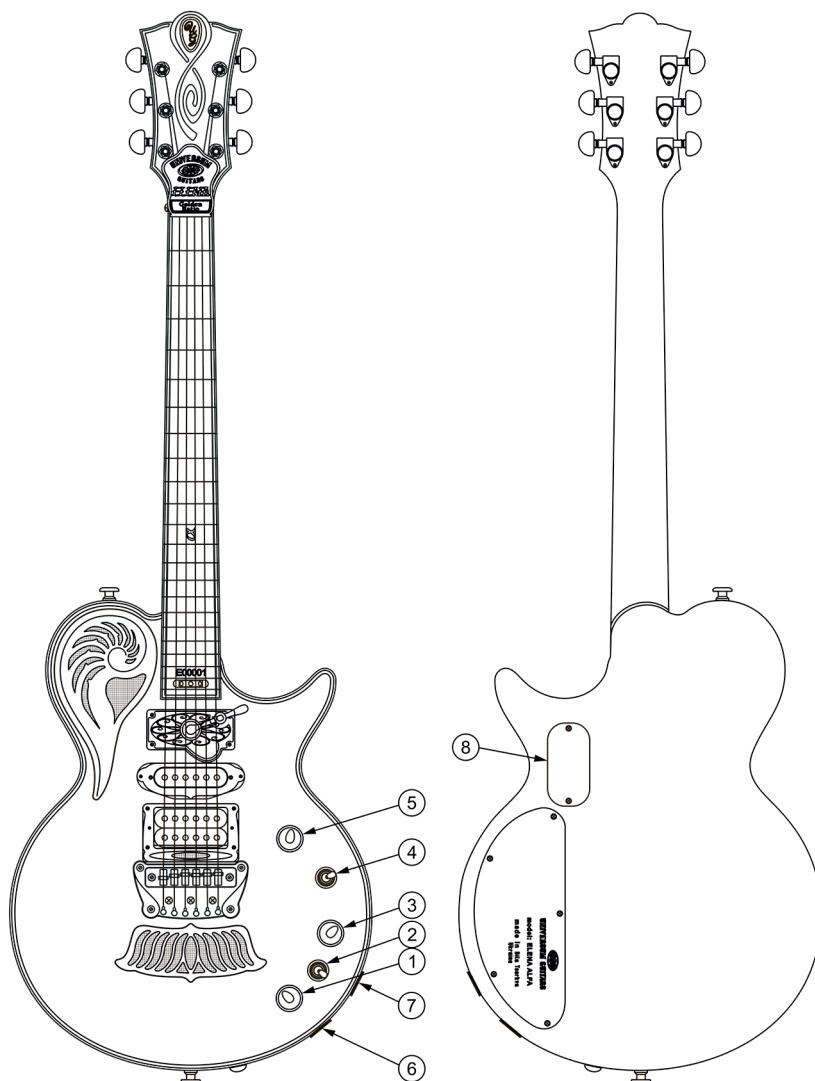

Fig. 17
Sistema tiene dos modos de funcionamiento – acústico (fonocaptor) y combinado (fonocaptor y fonocaptores electromagnéticos). Comutación de modos se realiza mediante el conmutador-mescador de tres posiciones (Fig.17 pos.2).
- interruptor de encendido/apagado del sistema (Fig.17 pos.3).
Sonido de guitarra con el sistema de monitoreo autónomo activado puede alterarse levemente cuando se cambia la posición de regulador de tres posiciones, que comuta las combinaciones de fonocaptores electromagnéticos (Fig.17 pos.4).
- Enchufes de salida – acústica (Fig.17 pos.7) y electromagnética (Fig.17 pos.6).
- Baterías no recargables – 2 uds. (Fig.17 pos.8).
- 1) Manivela de potenciómetro de ajuste de volumen de fonocaptor de micrófono (Fig.17 pos.1). Ajusta el volumen de fonocaptor de micrófono en el modo acústico (fonocaptor acústico) y combinado (fonocaptor de micrófono y fonocaptores electromagnéticos).
- 2) Manivela de conmutador-mezclador de tres posiciones (Fig.17 pos.2):
- 3) Manivela de potenciómetro de ajuste de tono con conmutador de dos posiciones tipo “Push-Pull” (Fig.17 pos.3):
- 4) Manivela de conmutador de tres posiciones (Fig.17 pos.4): conmuta diferentes combinaciones de fonocaptores electromagnéticos.
- 5) Manivela de potenciómetro de ajuste de volumen de guitarra eléctrica (Fig.17 pos.5) en el modo de funcionamiento electromagnético (fonocaptores electromagnéticos).